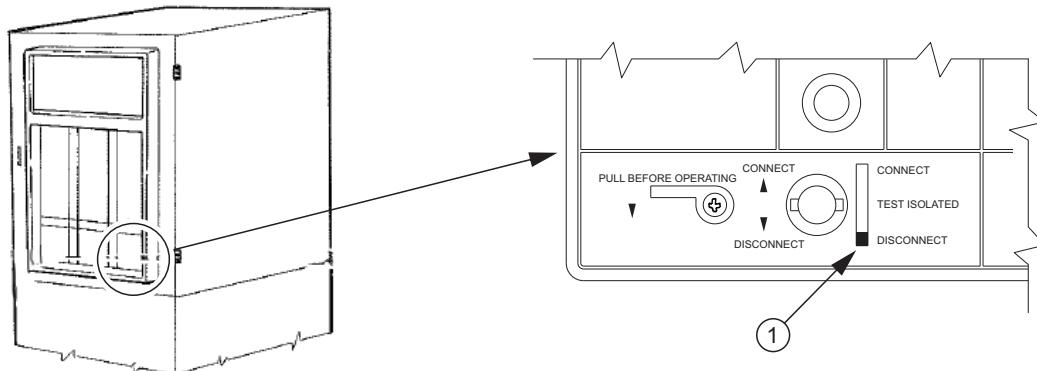

Fig. 15
Spingere la parte mobile fino all'arresto nella posizione di «disconnected» (1). In questa posizione la porta della cella può essere chiusa e l'interruttore può essere manovrato manualmente (fig. 15/16).
Push the moving part through to the stop point in the «disconnected» position (1). In this position, the compartment door can be closed and the circuit-breaker can be operated in the manual mode (fig. 15/16).
Den beweglichen Teil bis zum Anschlag in der Position «disconnected» (1) schieben. In dieser Position kann die Schaltfeldtür geschlossen und der Leistungsschalter von Hand geschaltet werden (Abb. 15/16).
Pousser la partie mobile jusqu'en butée dans la position de «disconnected» (1). Dans cette position la porte du compartiment peut être fermé et le disjoncteur peut être manœuvré manuellement (fig. 15/16).
Empujar la parte móvil hasta el bloqueo en la posición de «disconnected» (1). En esta posición resulta posible cerrar la puerta de la celda y maniobrar el interruptor manualmente (fig. 15/16).